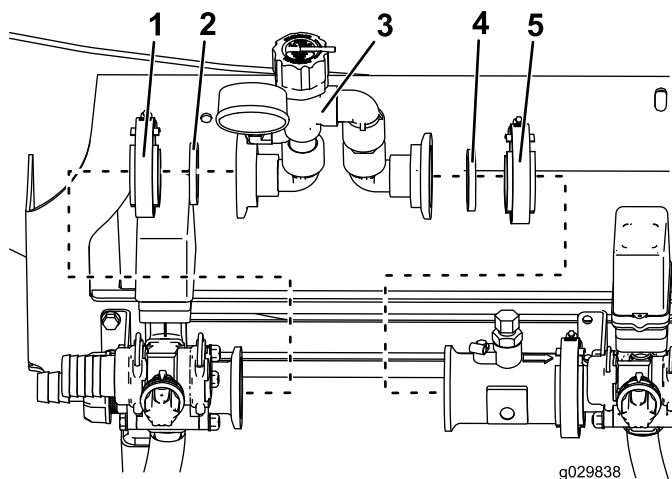

Bild 3
- Setzen Sie die vorhandene Dichtung auf den Anschluss der Druckentlastungsbaugruppe ein, die an das Umwälzungsventil angeschlossen wird (**Bild 3**).
- Bringen Sie die vorhandene Schneckenschraubschelle über der Druckentlastungsbaugruppe an (**Bild 3**).
- Setzen Sie die neue Dichtung in den offenen Anschluss der Druckentlastungsbaugruppe ein (**Bild 3**).
- Bringen Sie die Schneckenschraubschelle am offenen Anschluss der Druckentlastungsbaugruppe an (**Bild 3**).